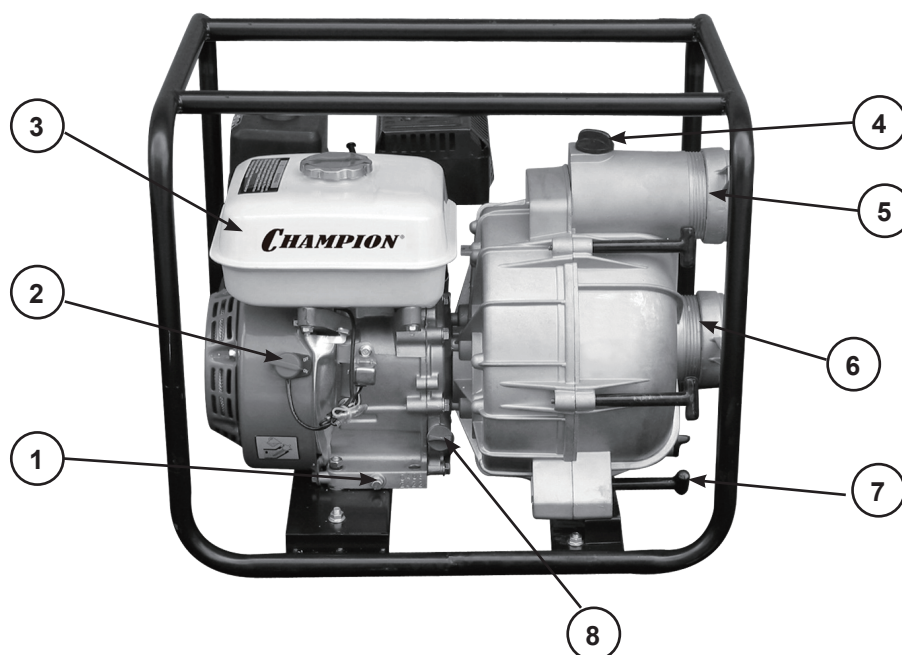

Рис.1
Выключатель зажигания(2) Рис.1